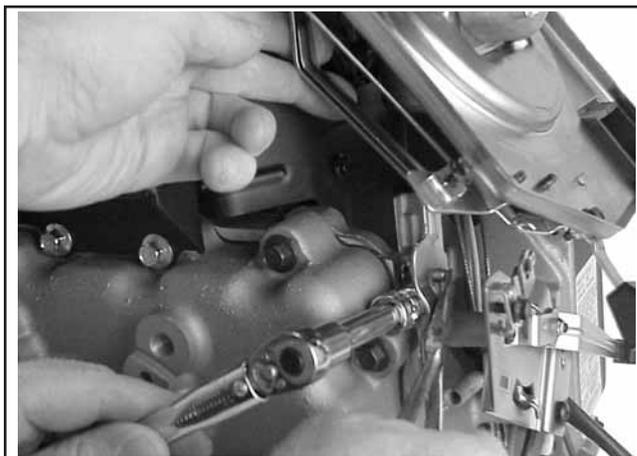

Figura 11-58. Ajustar o Regulador.
- c. Aperte firmemente a porca hexagonal na alavanca do regulador. Consulte a Figura 11-58.